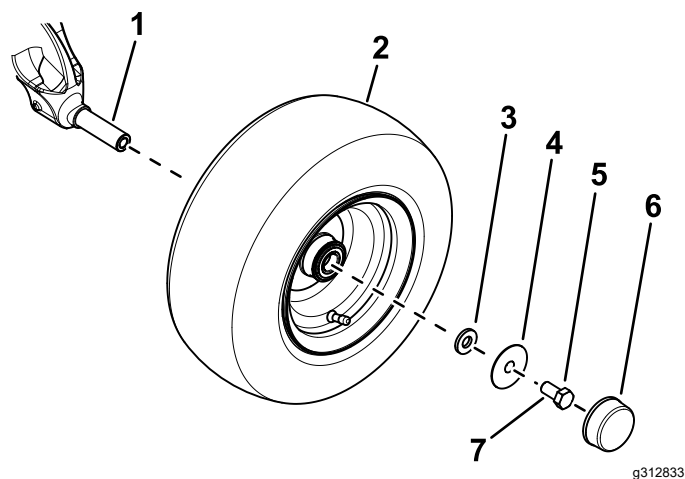

Figura 3
- Utilizați o șaibă mică, șaibă mare, șurub ($\frac{5}{8} \times 1\frac{1}{4}$ ") și pentru a fixa roata la ax (Figura 3).
- Montați capacul anti-praf la roată (Figura 3).